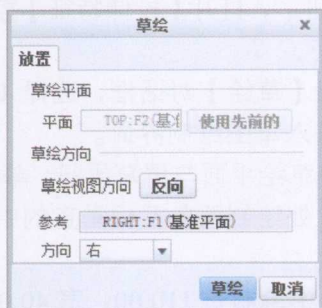

图 1-15 【草绘】对话框
3) 单击【放置】下拉列表中的【定义】按钮，弹出如图 1-15 所示的【草绘】对话框，选择【FRONT】面为草绘平面，单击【草绘】按钮进入草图绘制界面。